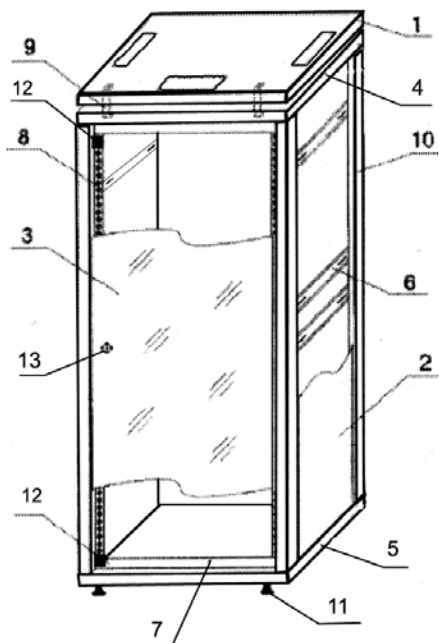

Рис.1
В комплект поставки шкафа (рис. 1) входят детали, комплектующие изделия и крепёжные элементы согласно табл. 3.
4.1.1. Положите четыре стойки (поз.10 рис.1) на плоскую поверхность. В верхний продольный паз каждой стойки вставьте квадратные гайки М5 (2 шт. для шкафа до 33U или 5 шт. для шкафа $\geq 33U$).
4.1.3. Установите (только для шкафов $\geq 33U$) и закрепите с помощью винтов М4 х 10, шайб Ø4 и гаек М4 по два уголка (поз. 7) на основание (поз.5) и вентиляционную крышку (поз.4), как показано на рис.1. Одновременно на вентиляционную крышку установите четыре скобы (поз.9) при помощи винтов М4 х 12. Закрепите уголки к стойкам (поз.10) с помощью винтов М5 х 10 с шайбами Ø5 через квадратные гайки М5, вставленные ранее (см. п. 4.1.1).
4.3.1. Установите на скобы крышку (поз.1 рис.1) и закрепите её винтами М4 х 12.
4.3.2. Установите боковые панели (поз.2 рис.1) выступами в пазы, имеющиеся в основании и закрепите их к стойкам самонарезающими винтами с бурами М4,3 х 32 (два винта на каждую панель для шкафов $< 33U$ и четыре винта – для шкафов $\geq 33U$).
4.3.3. Установите неподвижные опоры (поз.11 рис.1) или ролики, для чего завинтите их в резьбовые отверстия, имеющиеся в основании (поз.5). Установите шкаф на пол в вертикальном положении.